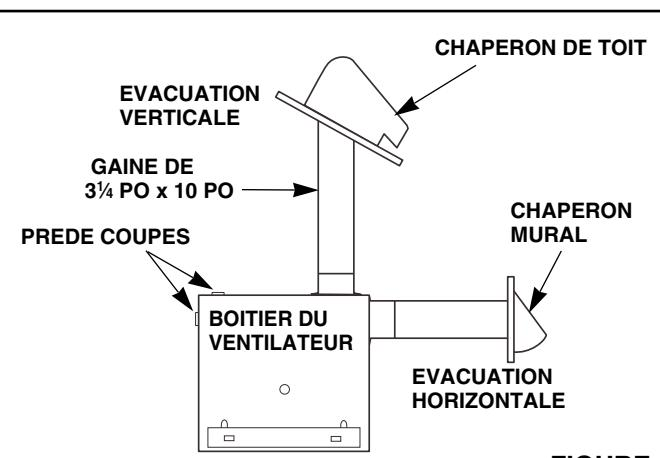

FIGURE 2
2. **Voir Figure 2.** Enlever une des prédécoupes pour le câblage.